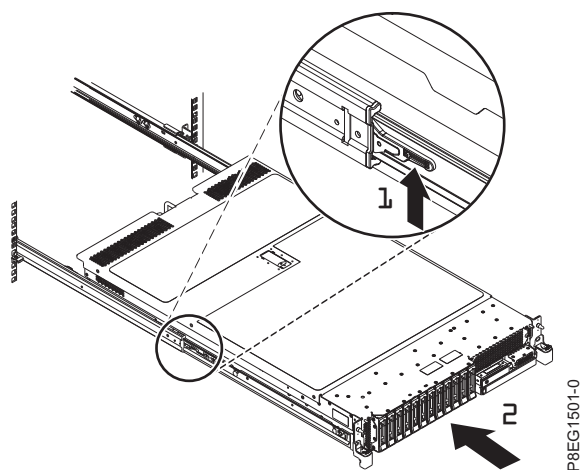

Figura 7. Levantando as travas de liberação e empurrando o servidor no rack
3. Levante as travas de liberação azuis (1) nos trilhos deslizantes e empurre o servidor (2) completamente para dentro do rack até que ele se encaixe no lugar. Para obter detalhes, consulte Figura 7.